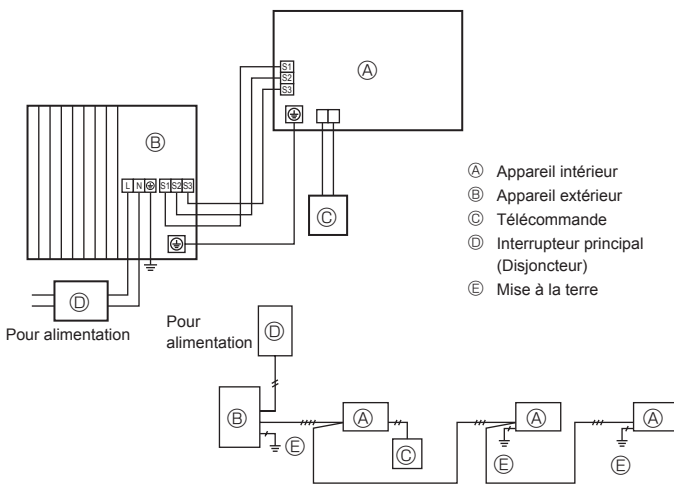
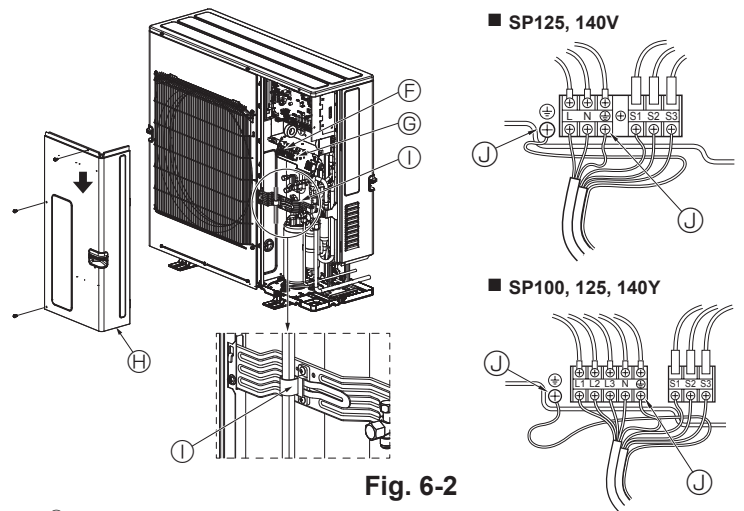

Fig. 6-1
Fig. 6-2
### 6.1. Appareil extérieur (Fig. 6-1, Fig. 6-2)
- ① Retirer le panneau de service.
- ② Effectuer le câblage conformément aux Fig. 6-1 et 6-2.